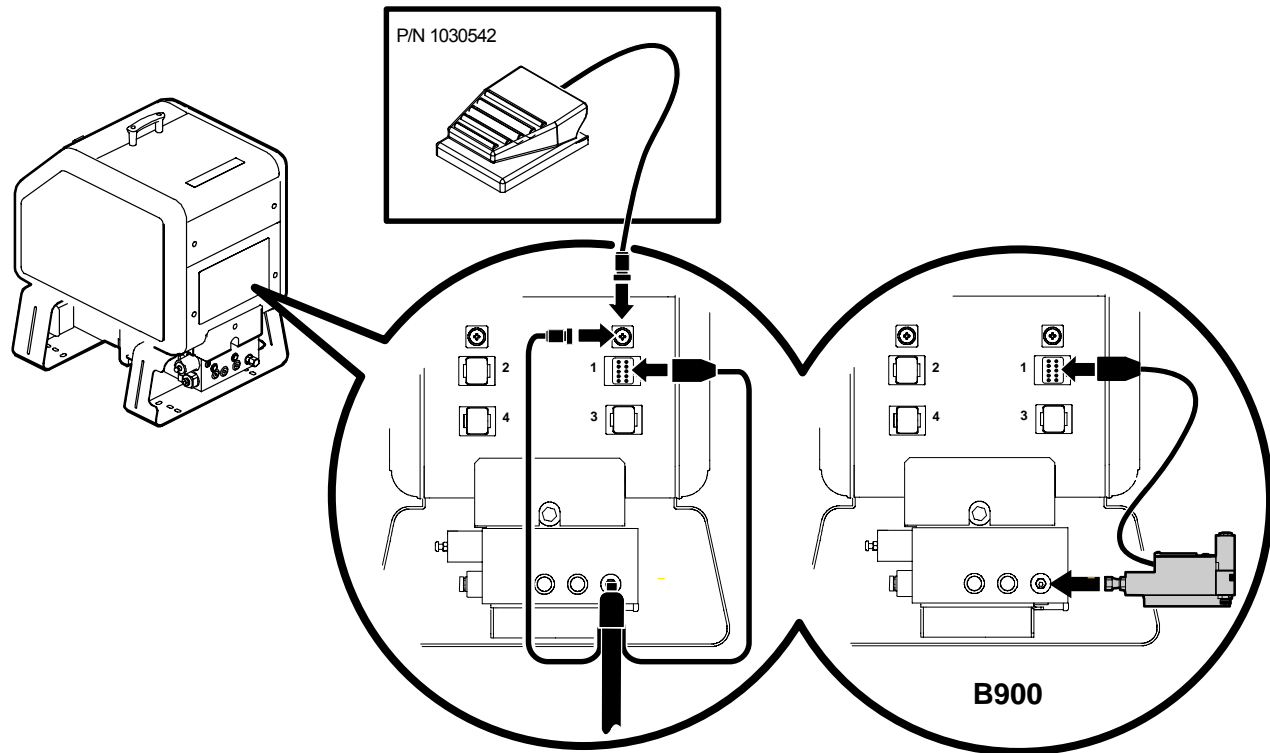

Abb. 3-4 Schlauch für Handpistole mit Schalter oder Fußschalter anschließen
Siehe Abbildung 3-4.
- Siehe Abbildung 3-4. Der elektrische Auftragskopf B900N kann direkt an den Verteilerblock angeschlossen werden. Wenn ein Auftragskopf B900N angeschlossen wird, muss Betriebsparameter 12 oder 13 aktiviert werden. Siehe Anhang B, *Betriebsparameter*.